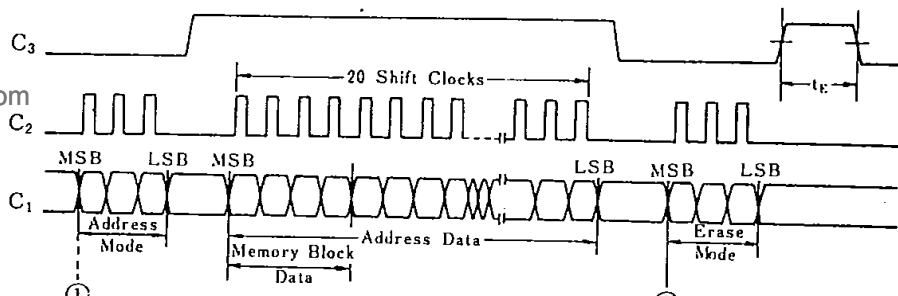

図10 消去サイクルタイミング図
- ②コード2(010)を入力すると READ モードになります。これに引き続いて C3 を "H" レベルとしますと、C3 "H" レベル間の、MNOS メモリの読出しが行なわれ、そのデータがデータレジスタにラッチされます。
- ③コード5(101)を入力すると DATA OUT モードになります。これに引き続いて C3 を "H" レベルとしてモード実行に切り換えますと、データレジスタの MSB データが OUT 端子に出力されます。以降シフトクロック C2 を入力しますと、シフトクロックの負エッジに同期して残り、15ビットデータが順次出力されます。シフトクロック16ビットめでは再度 MSB データが出力されますが、データレジスタには、以前読み出したものと同じデータがそのまま残されています。
2. 消去サイクルタイミング (図10)
- ①読出しサイクルタイミング図の動作説明の①と同じ。
- ②コード7(111)を入力すると ERASE モードになります。これに引き続いて C3 を "H" レベルとしますと、C3 "H" レベルの間、①で指定されたアドレスのメモリが消去されます。消去時間 t_e は最小100ms です。